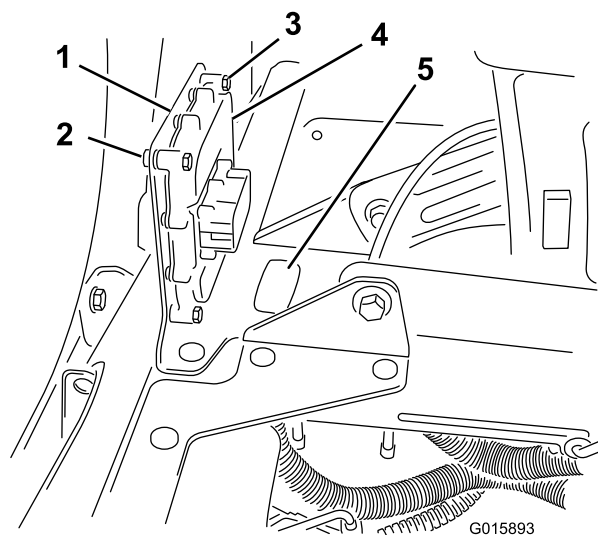

Figura 15
1. Togliete il tappo di otturazione (Figura 15).
3. Montate la staffa di montaggio sul telaio dei sedili della macchina, dietro e in mezzo ai sedili, con la bulloneria preesistente (Figura 15).